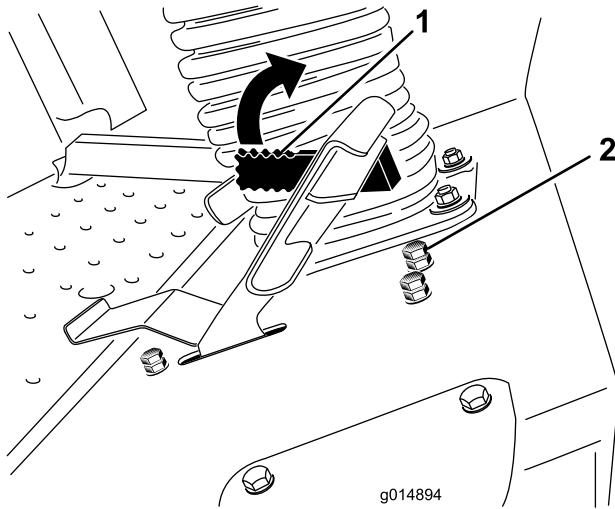

Figura 41
La palanca del limitador de la velocidad de siega (Figura 41) puede moverse hacia adelante para limitar la velocidad de tracción durante el uso.
- Afloje la contratuerca del perno de tope del limitador de la velocidad de siega (Figura 41).